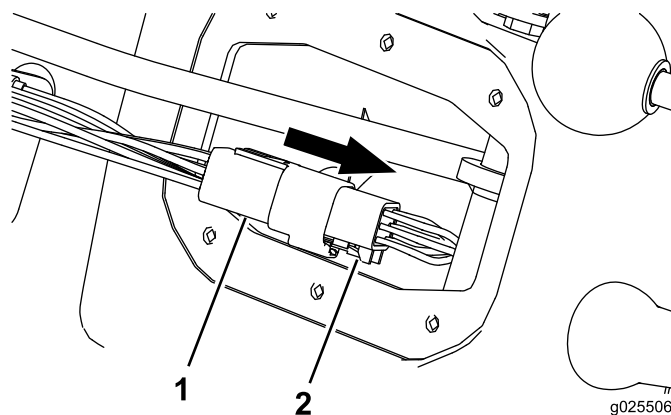

Figure 12
1. Débranchez le connecteur de l'indicateur de sélection du faisceau du véhicule (Figure 12).